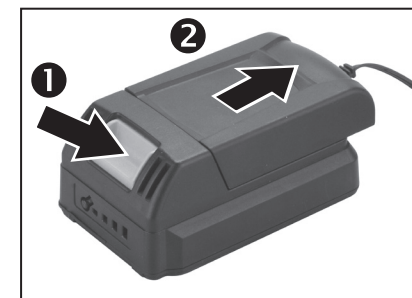

Abb. 4, Entnahme des Akkus aus dem Ladegerät
- ➔ Zum Entnehmen des Akkus aus der Akkuscheren gehen Sie wie bei der Entnahme aus dem Ladegerät vor, siehe Abb.4.